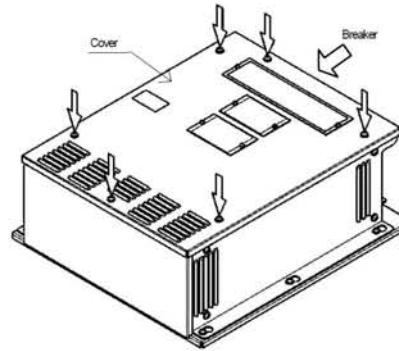

図1 [Fig.1]
- 1) ブレーカーが切れていることを確認します。カバーを固定している6つのビスを緩めます。(図1)
Confirm that the circuit breaker of the NTD-2150 MF/HF Transceiver is turned off. Loosen the screws (six places) fixing the cover. [Fig.1]